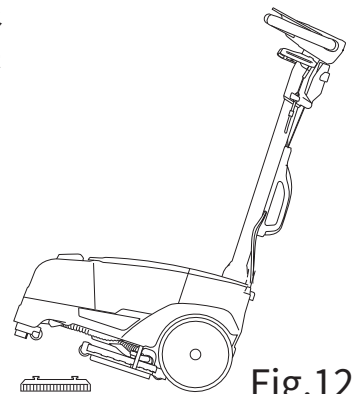

Fig.12
- ハンドルを引いて本機の前部を持ち上げ、ブラシカウリングをブラシの真上に置いた状態で、本機を下げます (図12)。
- ハンドルを引いて、機械の前部を持ち上げます (図12)。